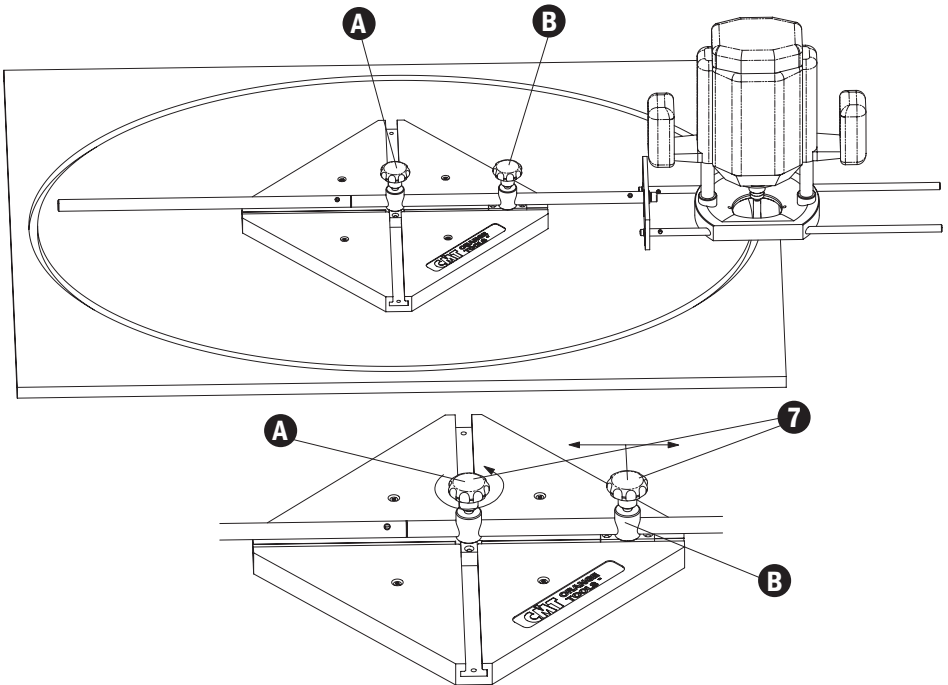

Abb. 6
(Abb.6) Das komplette Gleitelement (A) in die Mitte der Rille des Plastikrahmens (1) schieben (1) und das komplette Gleitelement (B) auf der Hauptachse verschieben.